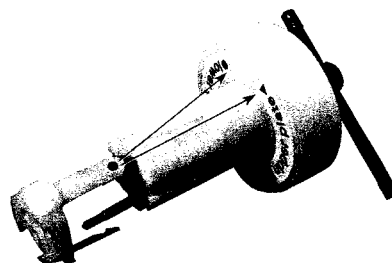

Fig. 4
- By "pulling" off the outermost part of the tool (see fig. 4) and turning it, the tool can be set to loosen the upper locking plate and the lower locking plate of the cylinder respectively.
- Die Kopftrommel wird mit Hilfe des Werkzeugs mit Bestell-Nummer 3634045 ausgebaut. Durch "Abziehen" des äußeren Teils des Werkzeuges (siehe Abb. 4) und es zu drehen, kann das Werkzeug zum Lösen des oberen bzw. des unteren Sicherungs-rings am Kopftrommel ("upper plate" bzw. "lower plate") eingestellt werden.
- Déposer le tambour l'aide de l'outil référencé 3634045. L'outil se règle en "tirant" sur sa partie extérieure (voir fig. 4) et en la tournant pour l'enlever. Cet outil permet ainsi de desserrer les bagues d'arrêt supérieure et inférieure du tambour ("upper plate") ("lower plate").